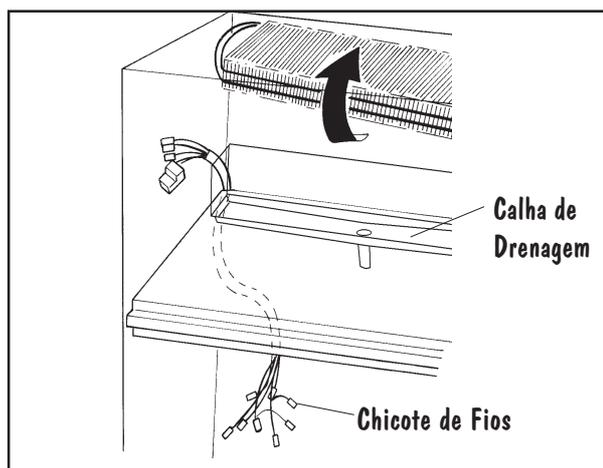

Fig.31
- a. **Remova a Travessa Central conforme indicado (vide item 5.2.1.);**
- c. **Remova a Cobertura do Evaporador e proceda conforme indicado (vide item 5.3.2.) ;**
- e. **Remova os dois calços laterais de apoio do Evaporador, afaste-o de seu local e remova a Calha de Drenagem do Descongelamento (Fig.31);**
- g. Substitua o Chicote que está entre o Isolante e o Fundo do Compartimento (Fig.31) e proceda a montagem pelo processo inverso.